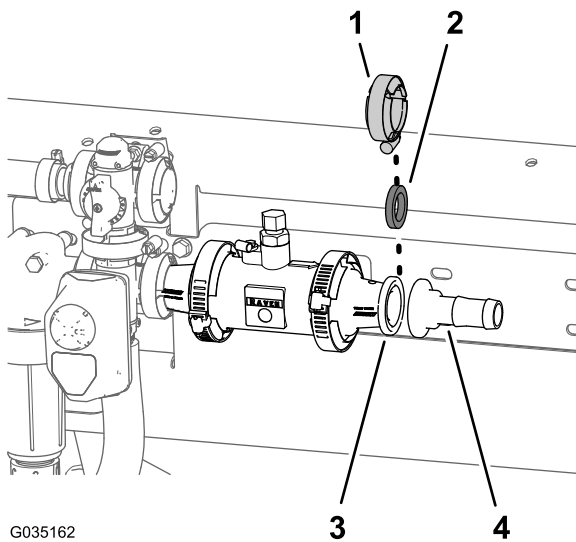

Figura 56
2. Alinhe a junta (1-5/16 polegadas) que removeu no passo e a união estriada do tubo com a extremidade do adaptador do redutor (Figura 56).
3. Prenda a união do tubo e a junta ao adaptador (Figura 56) com uma braçadeira flangeada (51 mm).